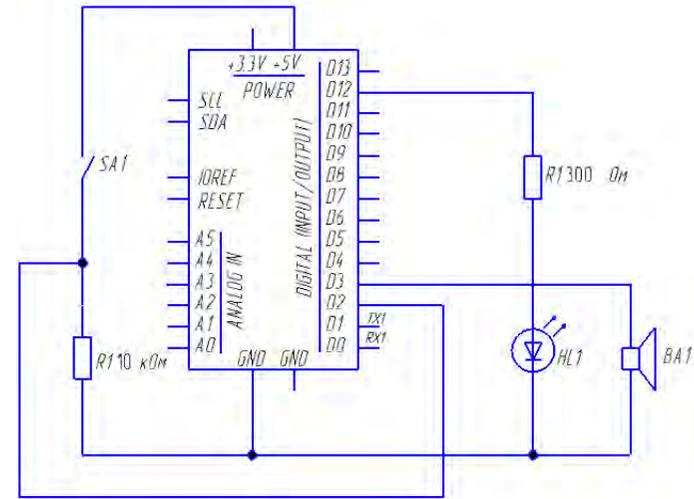

Рисунок 5.3 – Схема подключения кнопки, светодиода и динамика к Arduino
5.2.5 Аппаратно-программную задержку можно реализовать, если к устройству, изображенному на рисунке 5.1, добавить кнопку (рисунок 5.3).